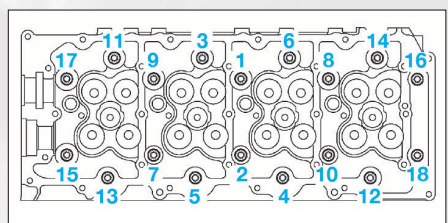

FIG. 73
- Desserrer uniformément les 18 vis de culasse, en plusieurs passes dans l'ordre inverse illustré (fig. 73).
- Poser et serrer uniformément les vis de culasse en 3 passes dans l'ordre indiqué (fig. 73).